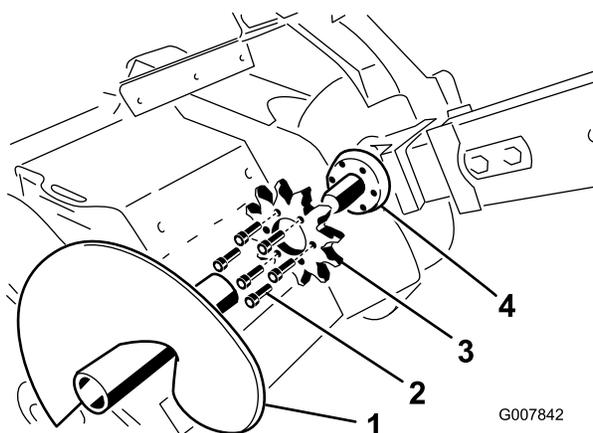

Bild 66
4. Entfernen Sie die Schuttschnecke (Bild 66).
9. Entfernen Sie die 6 Schrauben, mit denen das Antriebskettenrad befestigt ist (Bild 66)
10. Entfernen und entsorgen Sie das Antriebsrad (Bild 66).
11. Reinigen Sie die Montagefläche des Antriebsrad an der Grabenfräse (Bild 66).
12. Schieben Sie das neue Antriebsrad auf die Welle (Bild 66).
13. Drehen Sie die sechs Schrauben handfest in das Antriebsrad (Bild 66).